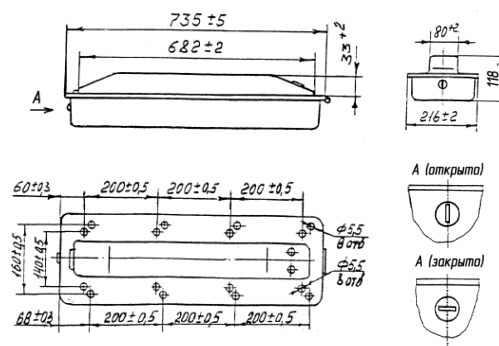

Рис.1
3.1 Габаритные, установочные и присоединительные размеры см. на рис.1.
7.1 Открыть рассеиватель. Светильники поставляются с расположением паза на кнопке вертикально. Для открывания рассеивателя (рис.1), необходимо нажать на кнопку и открыть рассеиватель, потянув его вниз. При расположении паза на кнопке горизонтально – повернуть лезвием отвертки кнопку против часовой стрелки на 90°, нажать на кнопку и открыть рассеиватель, потянув его вниз.